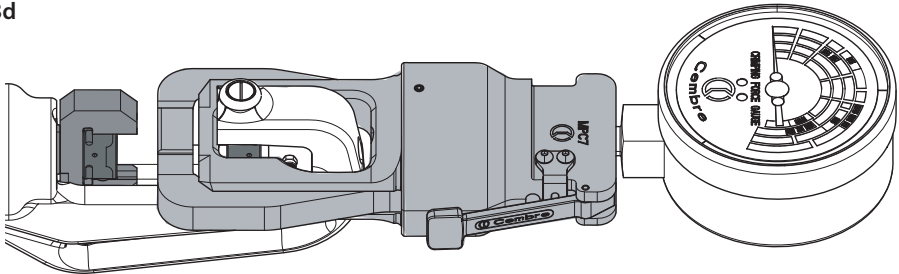

FIG. 4
La aguja del dispositivo permanecerá bloqueada sobre el valor máximo de la fuerza de compresión alcanzada por la herramienta (véase Fig. 4).
2.3) Funzionamento (Rif. a Fig. 4)
La lancetta del dispositivo rimarrà bloccata sul massimo valore della forza di compressione raggiunta dall'utensile (Rif. a Fig. 4).